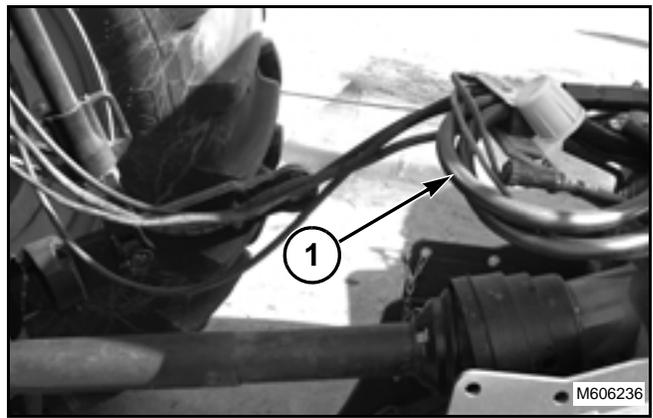

FIG. 23
FIG. 23: Quite la tubería del freno (1), si tiene, de la posición de almacenamiento. Conecte la tubería del freno al acoplador de freno del remolque en la parte trasera del tractor.